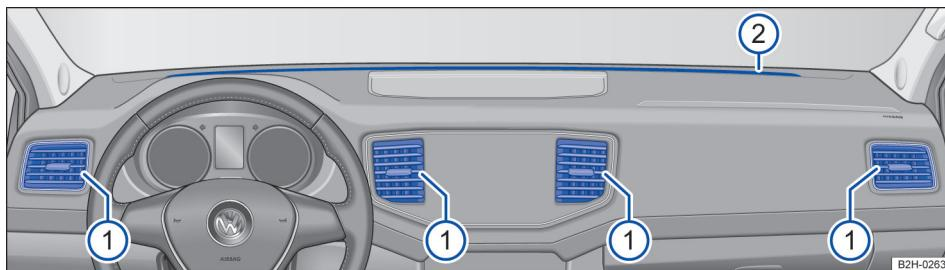

Fig. 89 No painel de instrumentos: difusores de ar.
Para que uma potência de aquecimento, uma refrigeração e uma entrada de ar suficientes sejam atingidas no interior do veículo, os difusores de ar → **Fig. 89 ①** devem permanecer abertos.
Legenda para **Fig. 89**: